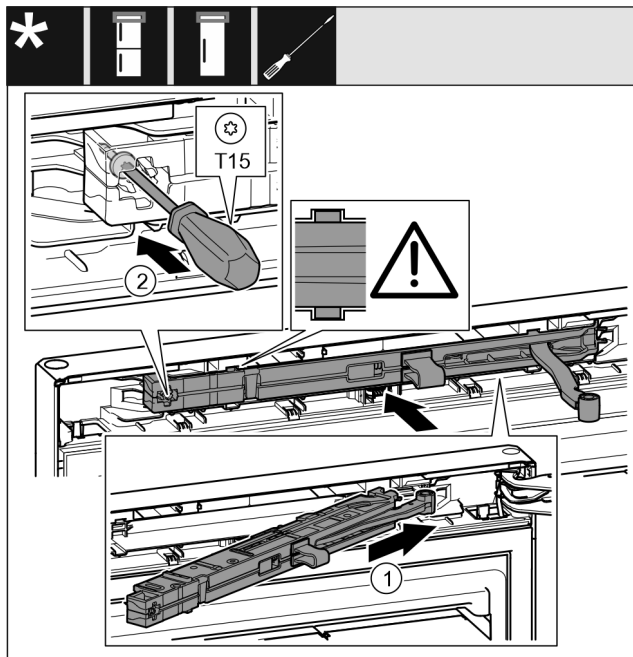

Fig. 71
- ▶ Вставьте узел амортизатора закрывания двери Fig. 71 (1) в выемку со стороны опорного кронштейна под наклоном до упора.
- ▶ Затяните винт Fig. 71 (2) отверткой.